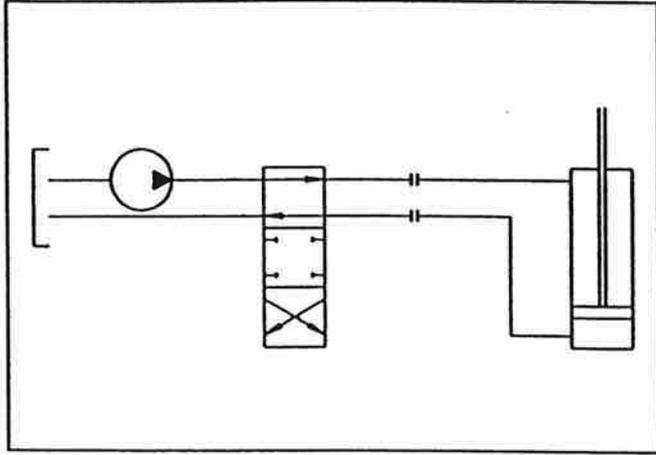

Fig. 21
- Fig. 21 : Hydraulisches Diagramm für die Hinterklappe.